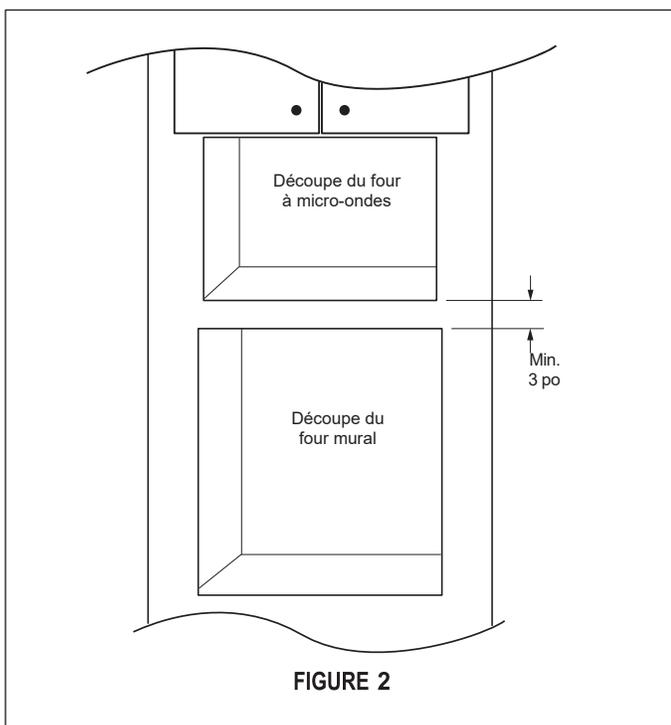

FIGURE 2
- Veuillez laisser un espace en bois d'au moins 3" entre la découpe du four à micro-ondes et la découpe de l'appareil en dessous du four à micro-ondes. Consultez Figure 2.